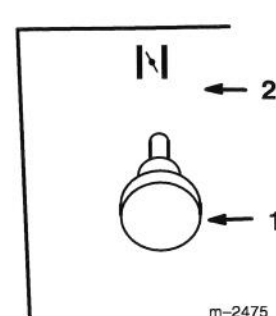

Figure 4
5. Mettre la manette des gaz en position RAPIDE (Fig. 4).
7. Lorsque le moteur a démarré, ramener la manette de starter en position dégagée (Fig. 4). Si le moteur hésite ou cale, ramener la manette de starter en position engagée durant quelques secondes. Mettre ensuite la manette des gaz dans la position souhaitée. Répéter si nécessaire.